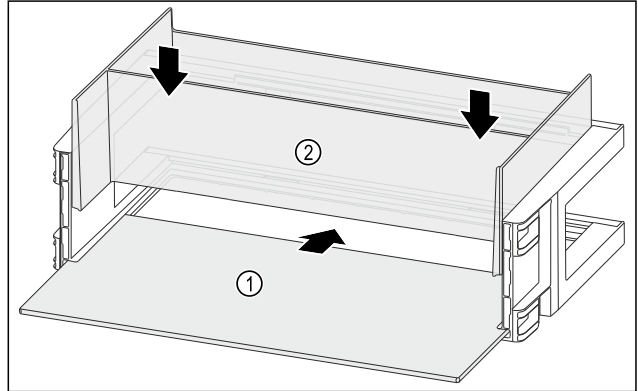

Fig. 114
- Всуньте полицю Fig. 114 (1) в бокові пази.
- Вставте органайзер Fig. 114 (2).